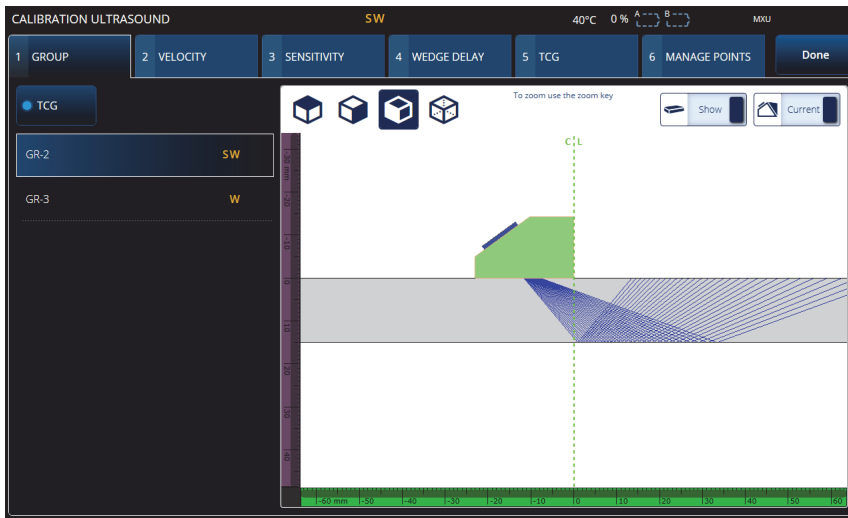

Figura 4-1 Calibration > Group
1. Selezionare  >  **Plan & Calibrate** > **Calibration Tools** (strumenti di taratura) per accedere alla procedura guidata **PA** o **UT** o **TFM Calibration** (taratura PA o UT) [Figura 4-1 a pagina 176]. Riferirsi alla sezione "Taratura TOFD" a pagina 197 eseguire una taratura TOFD. Come nel caso della procedura guidata Scan Plan (piano di scansione), il flusso di lavoro della procedura guidata della taratura è separato in diverse schede o sezioni (per diversi tipi di taratura).
2. Nella scheda **Group** (gruppo) [Figura 4-1 a pagina 176], selezionare il gruppo che si vuole tarare. Per un gruppo UT, selezionare inoltre il metodo di misura da tarare: **TCG**, **DAC** o **DGS**.